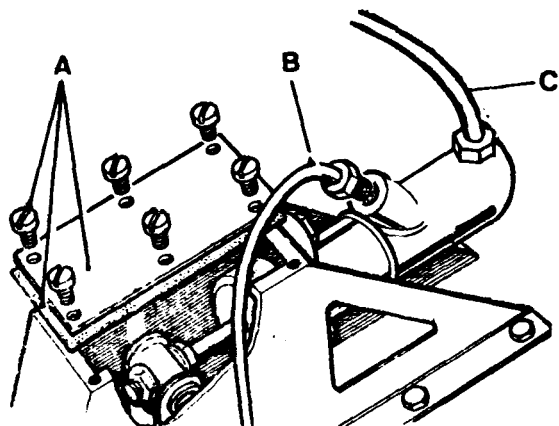
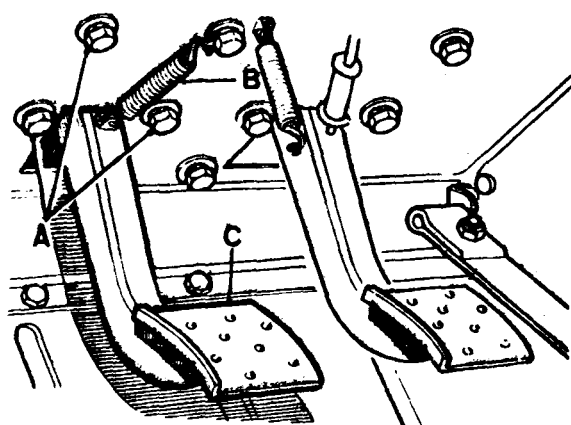
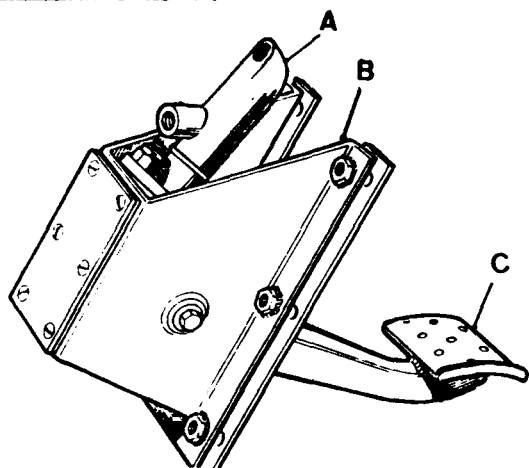

Fig. B2-3 - Tapa y cilindro principal del embrague.
Fig. B2-4 - Pedal del freno y piezas de fijación del soporte.
Fig. B2-5 - Conjunto del soporte, pedal y cilindro principal.
1.1.- Con el capó desmontado, se soltarán las tuberías de entrada y salida de líquido en su unión al cilindro principal (fig. B2-3), el muelle de retroceso del pedal (fig. B2-4) y los tornillos que fijan el conjunto del soporte del pedal, con los que podrá retirarse el soporte (fig. B2-5), cilindro principal y pedal.